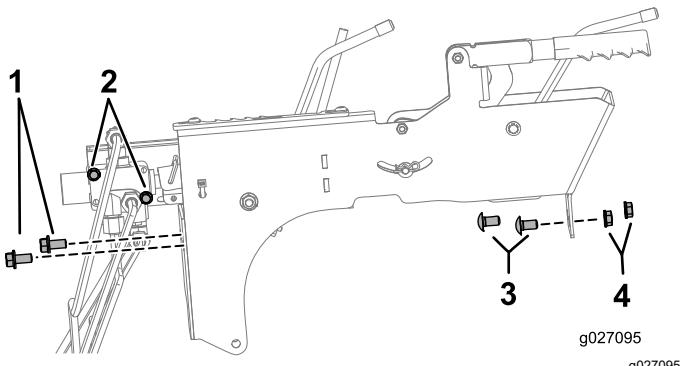

Figura 14
- Rimuovete i bulloni che fissano la valvola di sollevamento alla staffa dei comandi e i dadi e i bulloni che fissano la staffa di comando alla macchina (Figura 14).